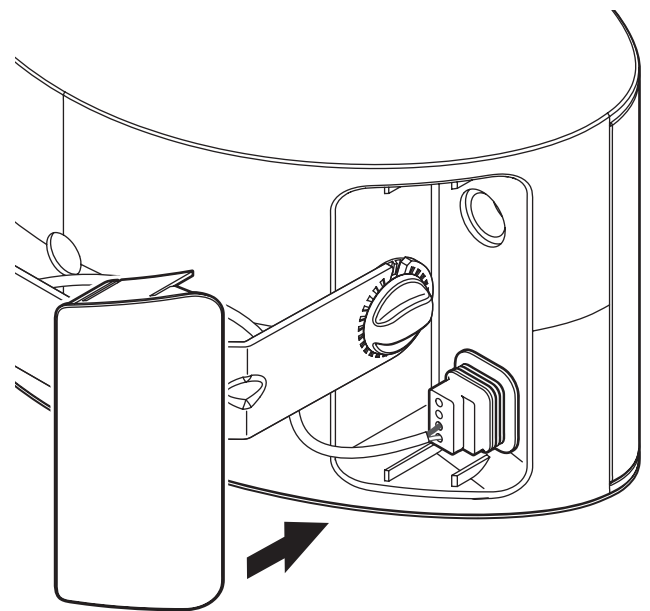

Fig. 5 / Fig. 5 / Abb. 5 / Fig. 5 / Fig. 5 / Fig. 5
**STEP 5:** Slide the included covers over the speaker bracket connection to protect the speaker and to create a sleek, finished look. (Fig. 5)
**ÉTAPE 5 :** Faire glisser les boîtiers fournis sur le support de connexion du haut-parleur afin de le protéger et de lui donner un fini soigné et épuré. (Fig. 5)
**SCHRITT 5:** Schieben Sie die mitgelieferten Abdeckungen über die Halterungsverbindung der Lautsprecher, um diese zu schützen und ein schlankes, harmonisches Aussehen zu bewirken. (Abb. 5)
**PASSAGGIO 5:** fare scorrere le cover incluse sul collegamento della staffa diffusore per proteggere quest'ultimo e ottenere un'estetica elegante. (Fig. 5)
**PASSO 5:** Deslize as tampas incluídas sobre a ligação do suporte da coluna para proteger a coluna e criar um visual elegante e íntegro. (Fig. 5)
**PASO 5:** coloque las cubiefrtas que se incluyen deslizándolas sobre la conexión del soporte del altavoz para proteger el altavoz y obtener un acabado elegante. (Fig. 5)